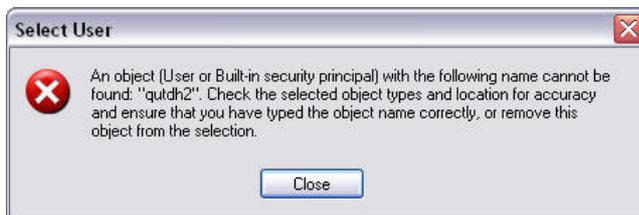

ABB. 42
- j. Wenn der Computer Ihren Benutzernamen nicht finden kann, wird die in ABB. 42 gezeigte Fehlermeldung angezeigt. Prüfen Sie, ob die ausgewählten Objekttypen und der Objektort stimmen, und versuchen Sie erneut, Ihren Benutzernamen einzugeben. Wenn Sie weiterhin eine Fehlermeldung erhalten, wenden Sie sich an einen IT-Mitarbeiter.